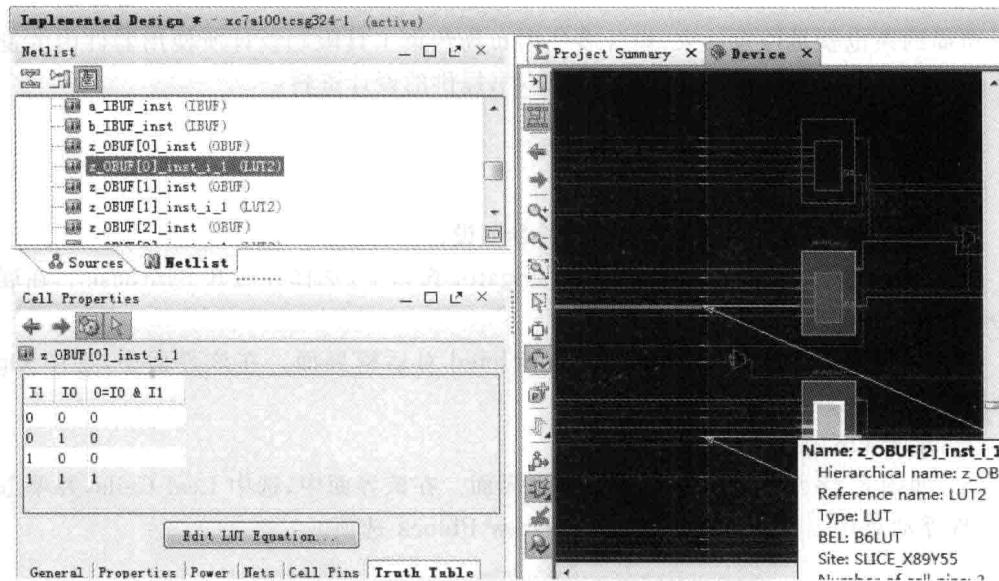

图 8.16 修改逻辑对象属性入口
(1) 如图 8.16 所示,在 Device 视图窗口下,选择一个逻辑对象。在本设计中,选择一个 LUT。